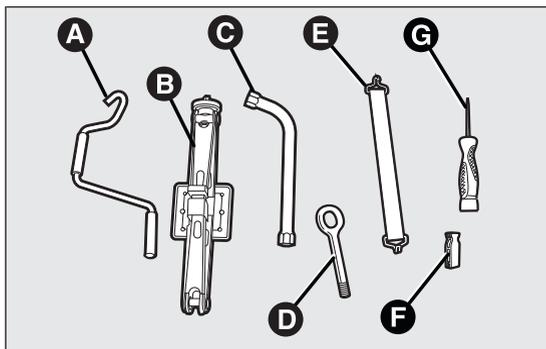
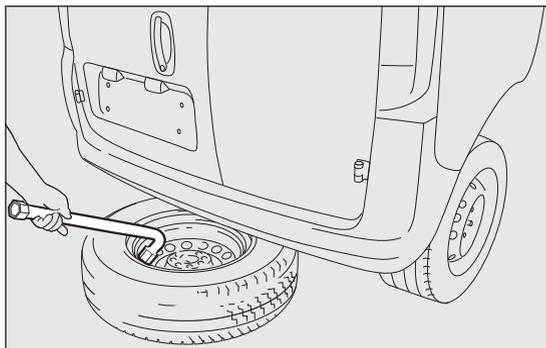

fig. 124
fig. 126
- all'interno della borsa sono contenuti i seguenti attrezzi fig. 124:
- prelevare la chiave C fig. 124 e, agendo dall'interno del vano di carico, svitare il bullone di bloccaggio supporto ruota di scorta A fig. 125 in modo da consentire la discesa di quest'ultima. Per ridurre lo sforzo inserire il cacciavite G fig. 124 nella sede ricavata all'interno della chiave C;
- utilizzare la chiave C fig. 124 per trascinare la ruota fuori dal veicolo fig. 126;
- ❑ allentare di circa un giro i bulloni di fissaggio della ruota da sostituire, utilizzando la chiave **C** fig. 124;
- risollevar la ruota riavvitando il bullone di bloccaggio A fig. 124;